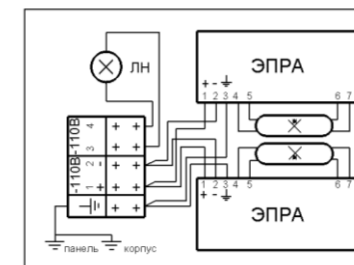

Рис.2
3.3 Схема электрическая светильника на рис.2.